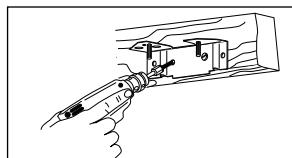

Figura 4
1. Monte el soporte a la vigueta usando los dos tornillos de madera provistos (Figura 4).
2. Monte el soporte lateral a la vigueta usando los dos tornillos para madera provistos (Figura 4).